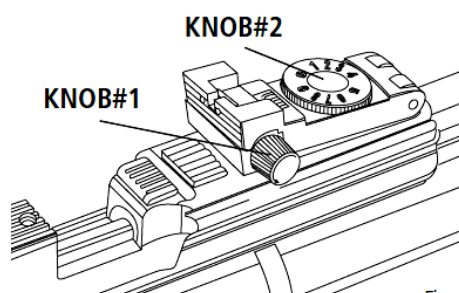

Fig. 4
- Hvis skuddet sidder til venstre for målet, drej KNOB #1 med uret. (Fig. 4)
- Hvis skuddet sidder til højre for målet, drej KNOB #1 mod uret. (Fig. 4)
- Hvis skuddet sidder for højt, drej KNOB #2 mod højre (med uret) (Fig. 4).
- Hvis skuddet sidder for lavt, drej KNOB #2 mod venstre (mod uret) (Fig. 4).